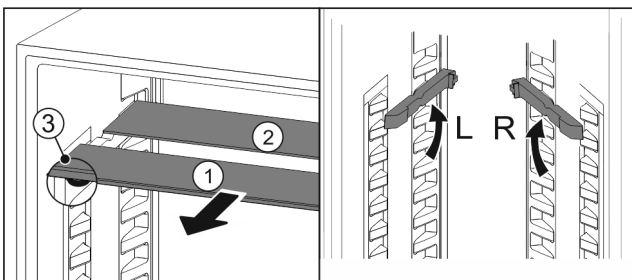

Fig. 194
- Sortir les tablettes par l'avant Fig. 194 (1).
- La tablette en verre Fig. 194 (1) avec bordure décorative est située à l'avant.
- Les butées Fig. 194 (3) sont orientées vers le bas.